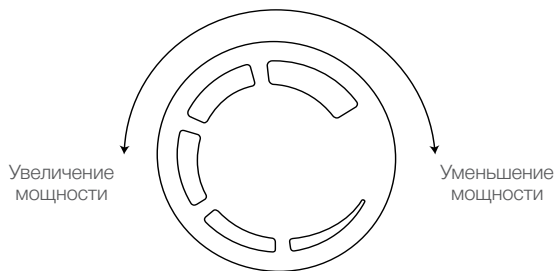

Рис. 2
3. Поверните газовый вентиль на обогревателе против часовой стрелки до упора в положение максимальной мощности и надавите на нее (рис. 2).